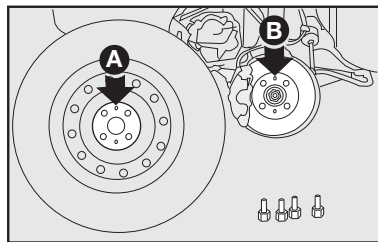

fig. 7
6) Montar a roda sobressalente, encaixando os furos **A-fig. 7** com os respectivos pinos **B-fig. 7**.